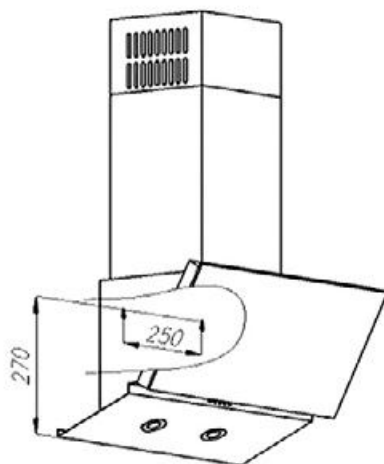

Rys. 3
3. Przyłożyć urządzenie do dolnej płyty wiszącej szafki mebli kuchennych. Skontrolować zgodnie z Rys. 3 minimalną, wymaganą wysokość montażową urządzenia (650 mm dla elektrycznych i 750 mm dla gazowych płyt grzewczych).